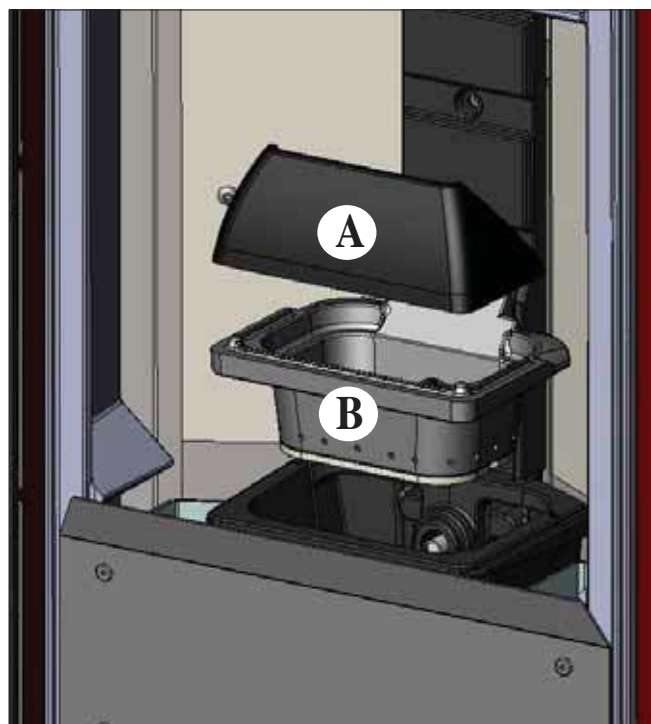
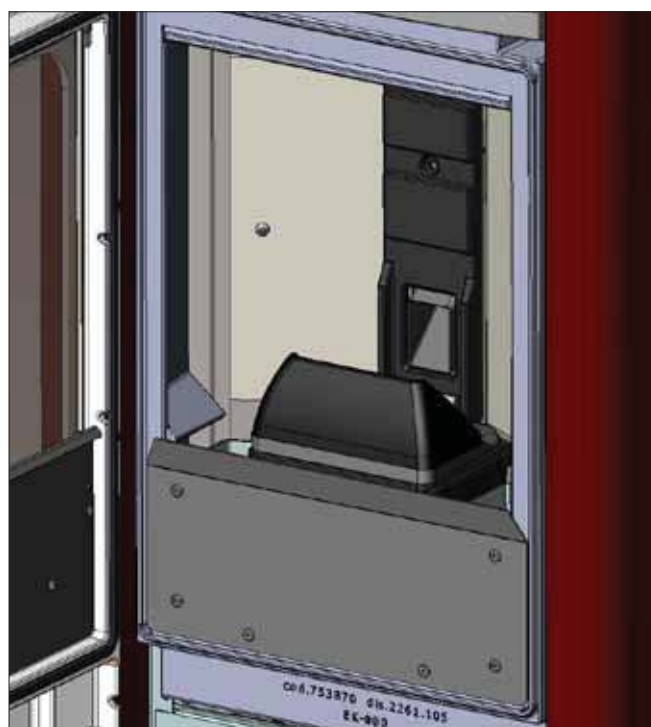

fig. 1
fig. 2
Después de la limpieza normal, el INCORRECTO acoplamiento del crisol superior (A) al crisol inferior (B) (fig.1) puede poner en peligro el funcionamiento de la estufa. Por lo tanto antes del encendido de la estufa, asegurarse de que los crisoles estén acoplados correctamente como se indica en la (fig 2) sin presencia de cenizas o incombustos en el perímetro de apoyo.